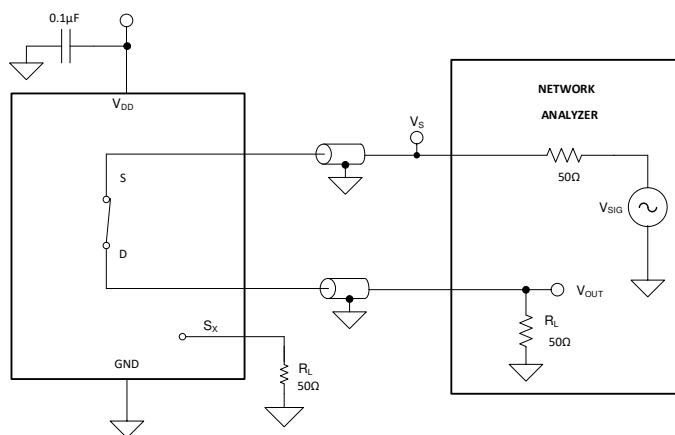

図 7-10. 帯域幅測定時の設定
帯域幅は、入力をオンチャネルのソース ピン (Sx) に印加したときに、デバイスのドレイン ピン (D) で測定される出力の減衰量が、3dB 未満である周波数の範囲として定義されます。図 7-10 に、帯域幅を測定する際の設定を示します。